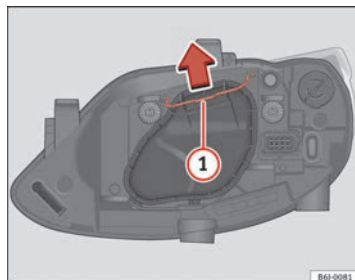

Fig. 145 Luz de cruce/carretera faro simple
- Desplace el tirante ⇒ fig. 145 ① en el sentido de la flecha y saque la tapa.